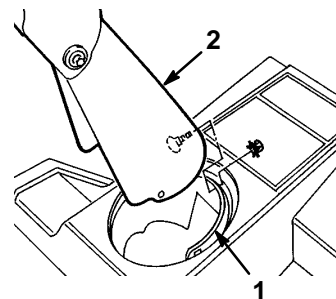

Abbildung 5
1. Den Auswurfkanal über den Auswurfkanalring setzen (Abb. 5).
2. Das Loch in der Rückseite des Auswurfkanals auf das mittlere Loch im Ring ausrichten (Abb. 5).
3. Eine Schloßschraube und eine Sicherungsmutter durch die mittleren Löcher anbringen. Dabei muß die Sicherungsmutter an der Außenseite liegen (Abb. 5).